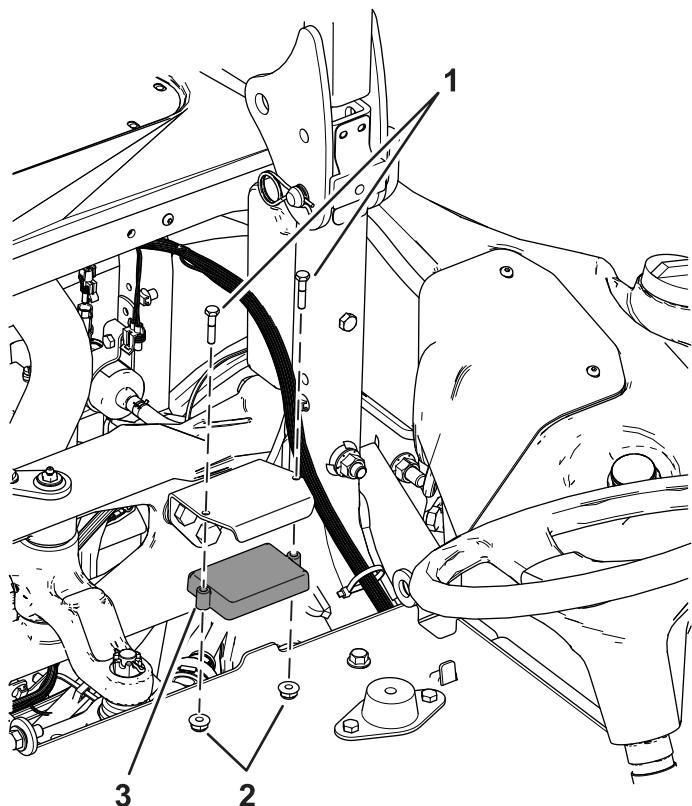

Рисунок 4
5. Установите датчик на кронштейн датчика с помощью 2 болтов ($\frac{1}{4}$ x $1\frac{1}{4}$ дюйма) и 2 гаек ($\frac{1}{4}$ дюйма); см. Рисунок 4.